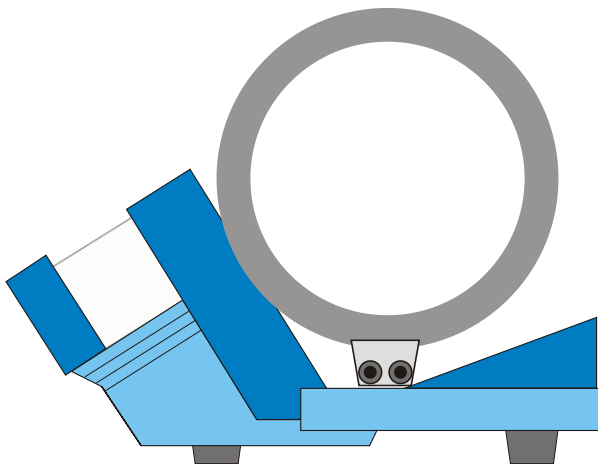

Fig. 1 Montaggio delle bobine per campo trasversale
- Con la geometria di Helmholtz  $d = r$ , il bordo esterno della base della bobina è allineato con le linee tratteggiate (ved. Fig. 1).